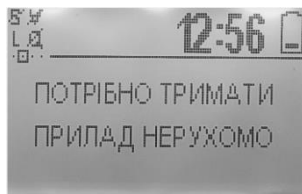

Рисунок 7 – Калібрування гіроскопу: утримування в статичному положенні
- Утримування приладу в статичному положенні, паралельному земляній поверхні (рис. 7)